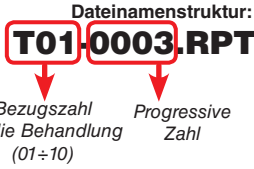

Abb. 75
- Im Beispiel der Abb. 75, speichert Bravo 180S im Pendrive die Datei **T01-0003.RPT** ab.